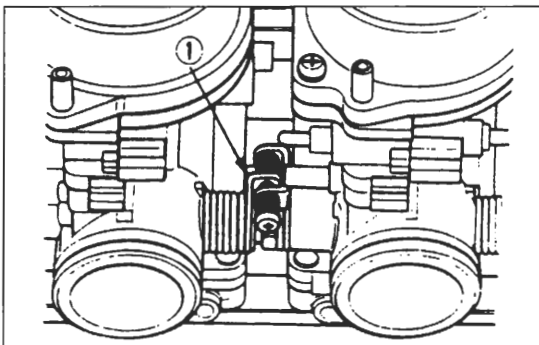

Bild 72
- Chokeyverbinder lösen. Auf Verbleib der Arretierungsfedern und -Kugeln an Vergasern ② und ③ achten (600 F). Choke-Betätigungsstange herausziehen.
- Abgleichschrauben möglichst nicht lösen. Darauf achten, dass Federn der Abgleicheinrichtung nicht verlorengehen (Bild 72).